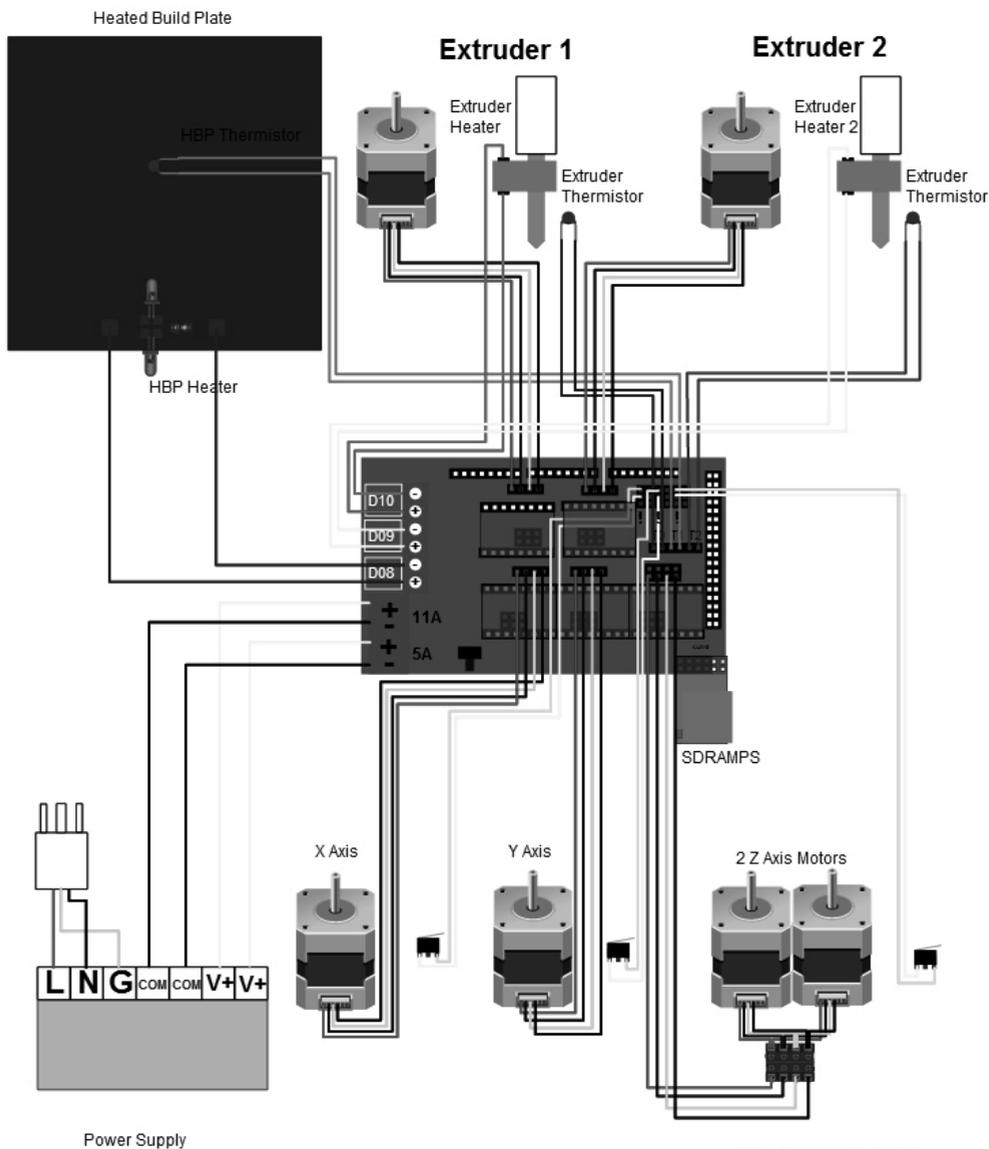

图 3-70 RAMPS 接线大图
(4) 所有线路连接请参考 RAMPS 接线大图，如图 3-70 所示。